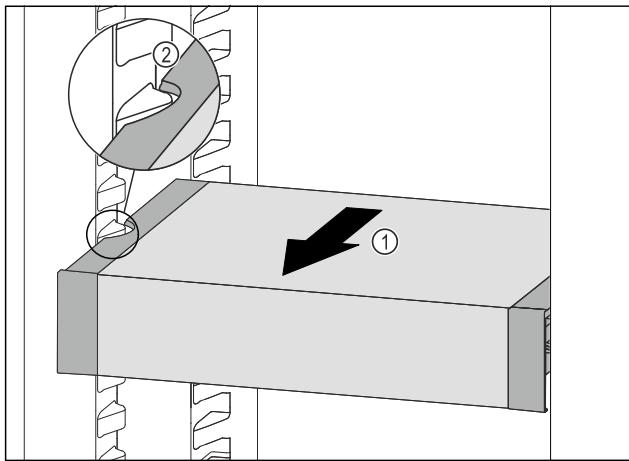

Fig. 121
- Потягнути VarioSafe вперед Fig. 121 (1), поки бокові заглиблення VarioSafe не опиняться на рівні ребра для ємності в охолоджувальному відділенні. Fig. 121 (2)